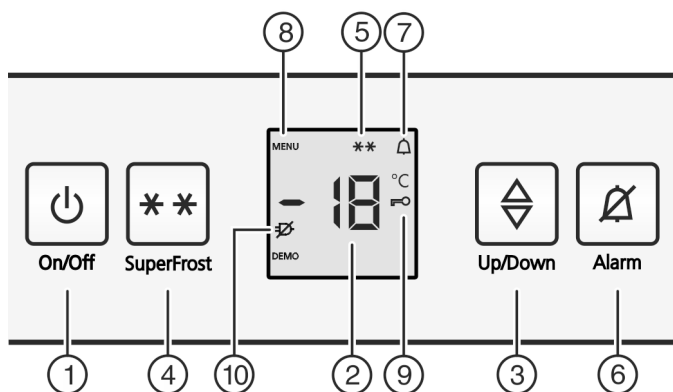

Fig. 2
- Вместе с индикацией температуры мигает символ «SuperFrost» Fig. 2 (5)*
- ▶ Нажать кнопку On/Off Fig. 2 (1).
- ▶ Активация режима настройки: Нажмите кнопку SuperFrost Fig. 2 (4) и удерживайте ее прим. 5 секунд.
- ▷ На индикаторе будет отображаться символ «Меню» Fig. 2 (8).
- ▶ Для подтверждения нажать и отпустить кнопку «SuperFrost» Fig. 2 (4).
- ▷ На индикаторе горит символ «Защита от детей» Fig. 2 (9).
- ▷ Функция защиты от детей включена. Если необходимо выйти из режима настройки: ▶ нажмите и отпустите кнопку "On/Off" Fig. 2 (1).
- ▷ Символ «Защита от детей» Fig. 2 (9) гаснет.
- ▷ Функция защиты от детей выключена. Если необходимо выйти из режима настройки: ▶ нажмите и отпустите кнопку "On/Off" Fig. 2 (1).
- ▶ Нажмите кнопку Alarm Fig. 2 (6).
Одновременно мигает индикация температуры и символ тревоги Fig. 2 (7).
Звуковой сигнал выключается автоматически, символ аварийного сигнала Fig. 2 (7) выключается и индикатор температуры перестает мигать, если температура снова становится достаточно низкой.